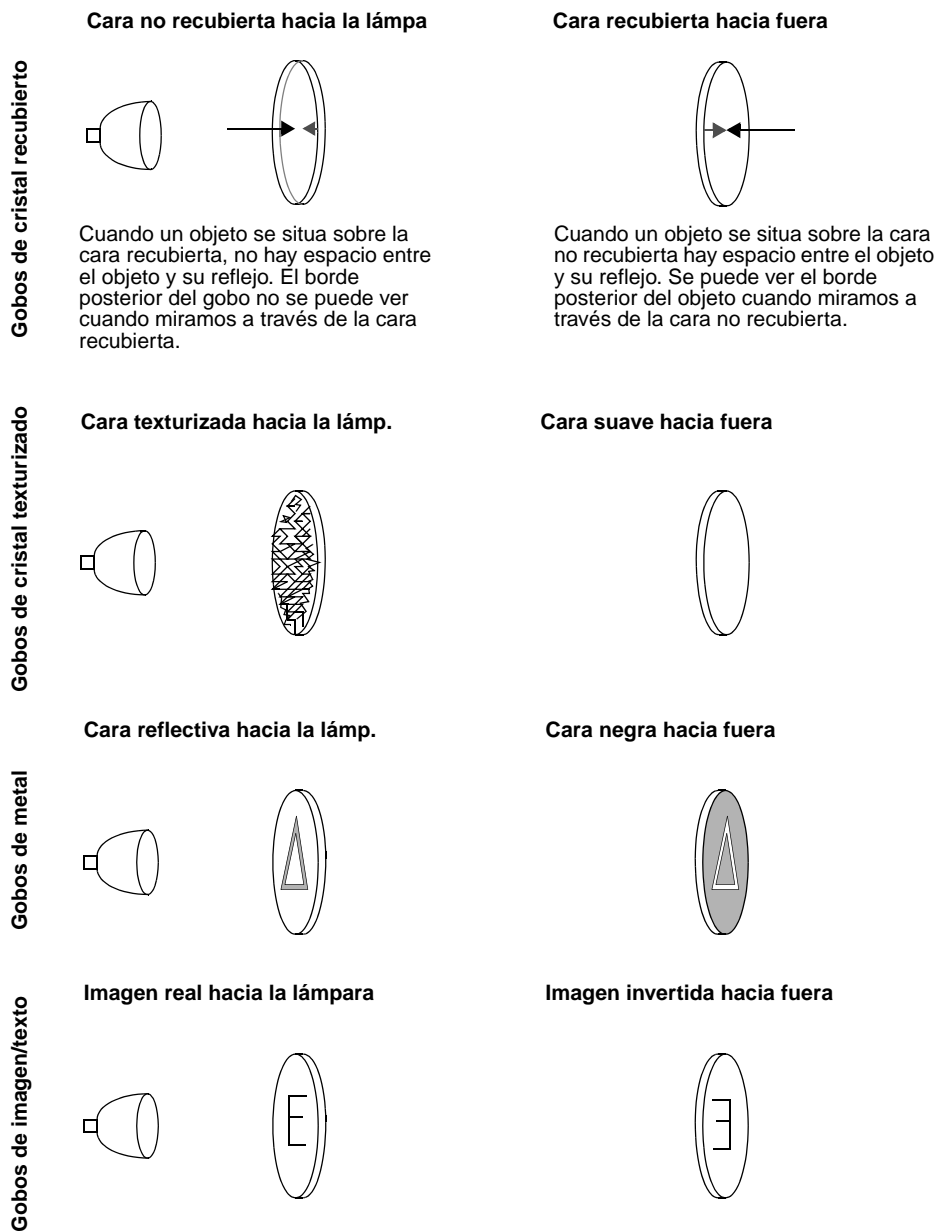

Figure 9: Orientación de gobos
La Figure 9 muestra la correcta orientación para diferentes tipos de gobos. Si existe alguna duda, orientar siempre la cara más reflectiva hacia la lámpara.
- 4 Insertar el nuevo gobo en el portagobos con la cara de la “escena” hacia abajo, lejos del muelle. Ver Figure 9 y Figure 10.
- 4 Para insertar un gobo, orientarlo tal y como muestra la Figure 9 y colocar sus extremos bajo el muelle de retención. Verificar que el gobo está centrado con la apertura de salida de luz.